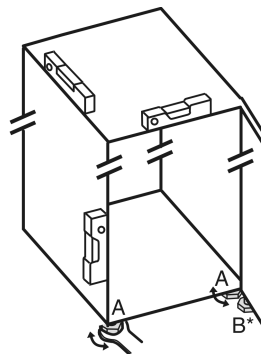

Fig. 8
- Kierrä säätöjalkoja Fig. 8 (A) mukana toimitetulla kiintoavaimella ja vesivaakaa apuna käyttäen ulos, kunnes laite on suunnattu tukevasti vaakatasoon.
- Kierrä laakerijalustassa olevaa säätöjalkaa Fig. 8 (B) mukana toimitetulla kiintoavaimella ulospäin, kunnes se koskettaa lattiaa.
- Kierrä säätöjalkaa Fig. 8 (B) vielä 90°.